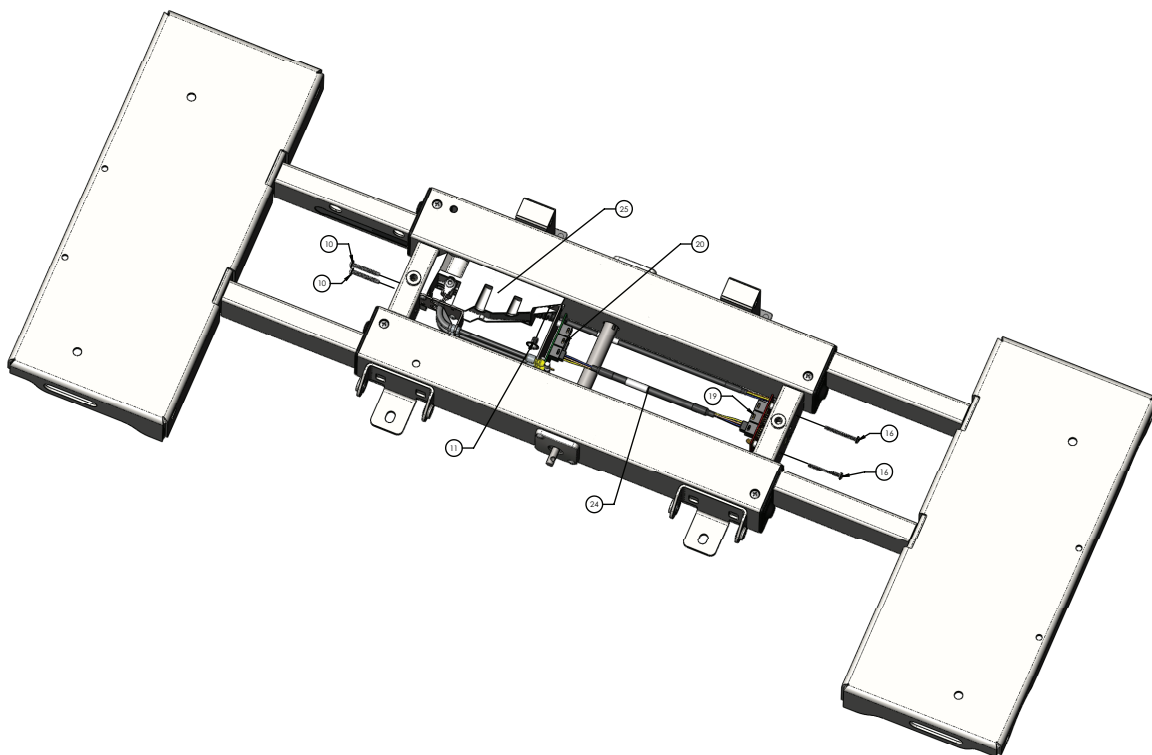

Figure 19 – Remplacement de la carte DPM, milieu
10. À l'aide d'une clé Torx T25, retirer et conserver la vis (11) qui fixe l'ensemble DPM (25) au châssis de l'assise (Figure 19).
11. À l'aide d'une clé Torx T20, retirer et conserver les deux vis (10) qui fixent l'ensemble DPM (25) au châssis de l'assise (Figure 19).